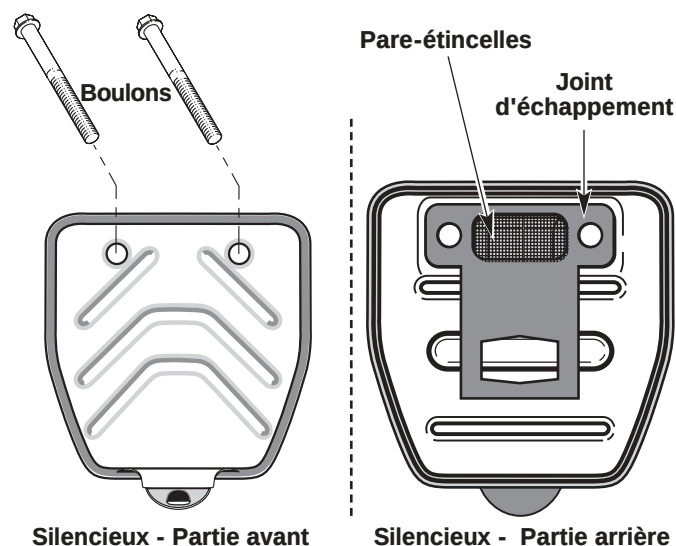

Fig. 41
2. Repérez le devant du silencieux et les deux (2) boulons qui le retiennent au moteur (Fig. 41). Retirez les deux (2) boulons à l'aide d'un tournevis à lame plate, d'une douille de 5/16 po ou d'un tourne-écrou. Retirez le silencieux du moteur.
3. Retournez le silencieux vers l'arrière et repérez le joint d'échappement. Retirez le joint du silencieux (Fig. 41).
7. Placez le joint d'échappement contre l'arrière du silencieux. Alignez les trous de boulon du joint d'échappement avec les trous de boulon du silencieux. Tout en maintenant le joint d'échappement en place, insérez les boulons sur le devant du silencieux (Fig. 41).